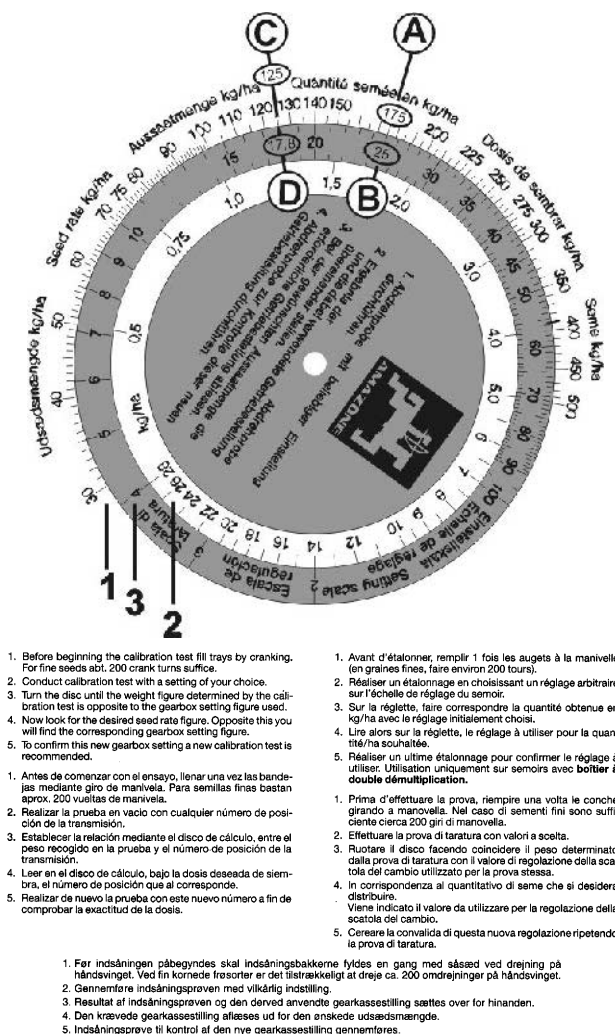

Fig. 72
La disquette comprend trois échelles graduées: une échelle en bordure du disque sur fond blanc (Fig. 72/1) pour les quantités supérieures à 30 kg/ha et une échelle intérieure sur fond blanc (Fig. 72/2) pour les quantités inférieures à 30 kg/ha. L'échelle intermédiaire à fond coloré (Fig. 72/3) indique les valeurs de réglage pour le sélecteur, échelonnées de 1 à 100.
- Faites concorder la quantité calculée 175 kg/ha (Fig. 72/A) avec la valeur de réglage arbitraire "25" (Fig. 72/B) sur la disquette.
- Lisez sur la disquette la valeur de réglage du sélecteur correspondant à la quantité de grain voulue de 125 kg/ha (Fig. 72/C). Dans notre exemple, la valeur de réglage à utiliser est "17,8" (Fig. 72/D).